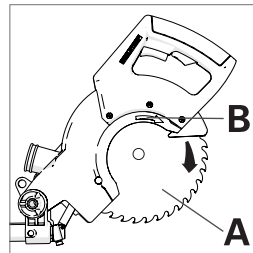

Abb. 19
Das neue Sägeblatt auf den inneren Flansch aufsetzen und dabei sicherstellen, dass er richtig auf dem Bund des Flanschs sitzt, und dann langsam den unteren Sägeblattschutz zurück in seine ursprüngliche geschlossene Position zurück bewegen lassen. Sicherstellen, dass der Drehrichtungspfeil auf dem Sägeblatt (A) der Drehung im Uhrzeigersinn auf der oberen Schutzabdeckung entspricht. (B). (Abb. 19)